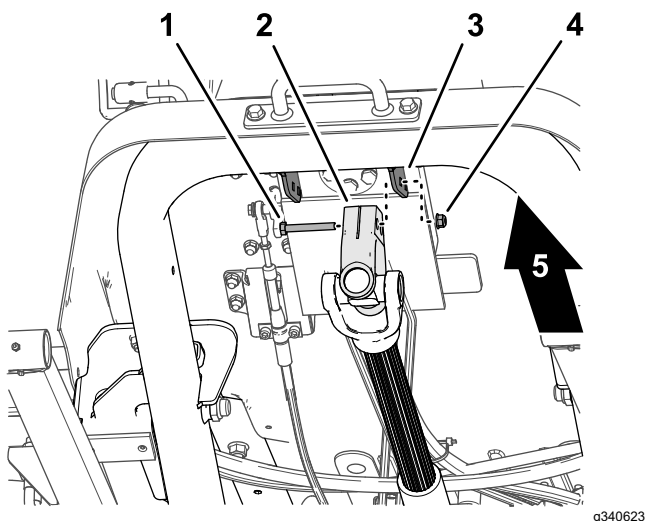

Figure 14
1. Soutenez l'arbre d'entraînement, puis retirez la vis et le contre-écrou qui fixent la chape de l'arbre sur le support de fixation du distributeur de direction (Figure 14), et abaissez l'arbre avec précaution.